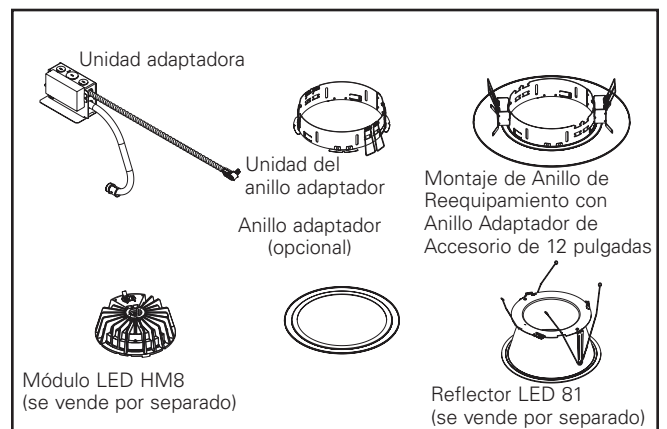

Figura 1.
1. Extraiga el reflector/la moldura y la lámpara existentes (Figura 1).